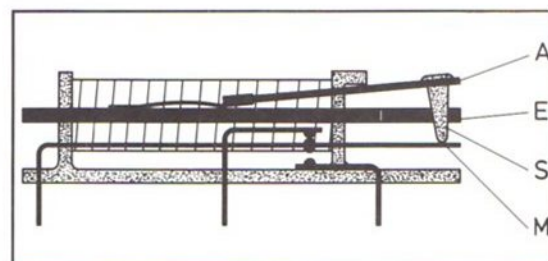

Abb. 120
Die Darstellung in der Abb. 120 verdeutlicht das Bauprinzip. Der flache, bügelförmige Anker (A) wird beim Einschalten auf den Eisenkern (E) gezogen. Ein isolierter Stift (S) bewegt dabei den Mittelkontakt (M).